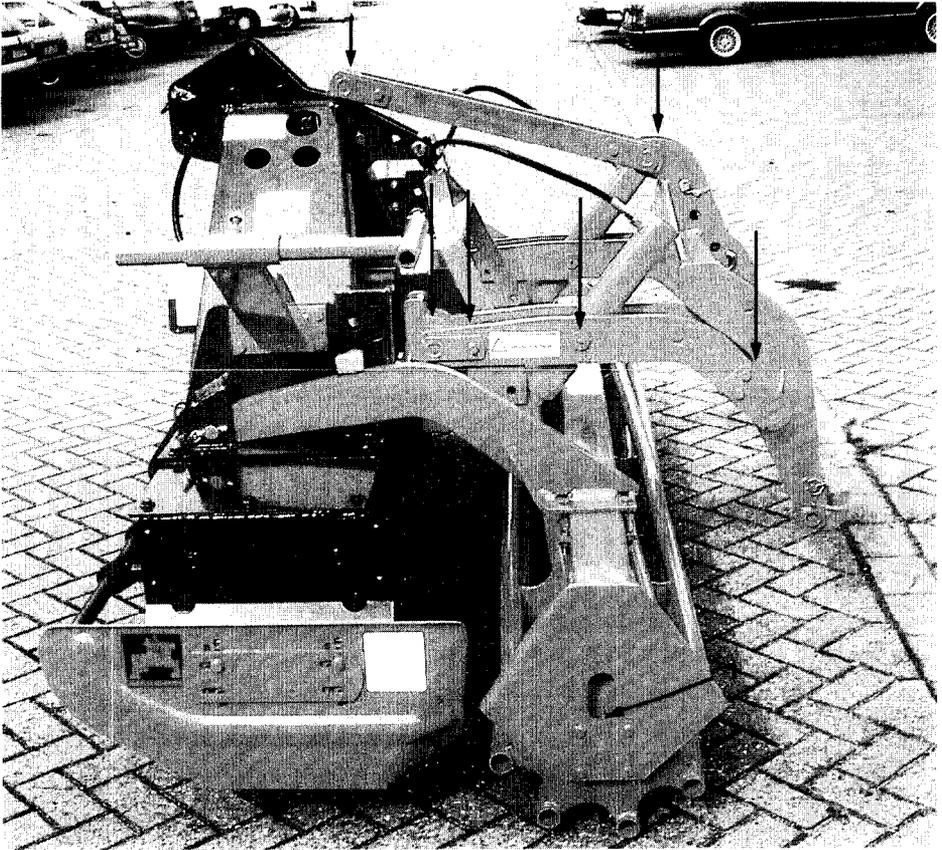

Fig. 14.10
- die Schmiernippel an den Achslagern (Fig. 14.10/1) der Zahnpackerwalze, Stützwalze und Reifepackerwalze.